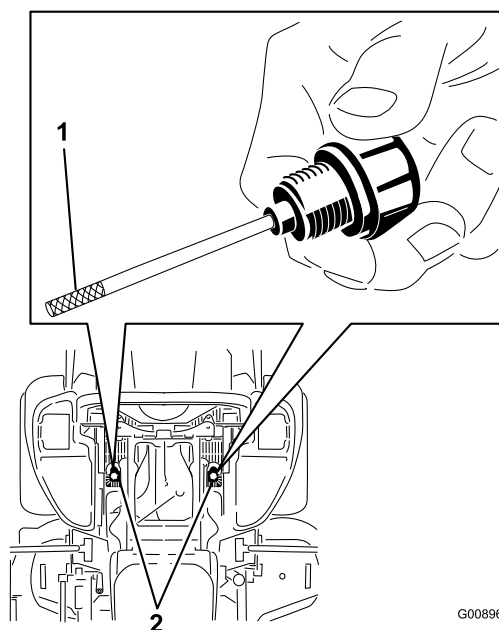

Figure 80
7. Nettoyez la surface autour des jauges des réservoirs du système hydraulique (Figure 80).
8. Sortez une jauge du réservoir hydraulique (Figure 80).
10. Ressortez la jauge et examinez l'extrémité métallique (Figure 80). Le niveau doit atteindre la partie moletée. Si le niveau est bas, versez lentement une quantité d'huile suffisante dans le réservoir hydraulique pour amener le niveau jusqu'à la partie moletée.